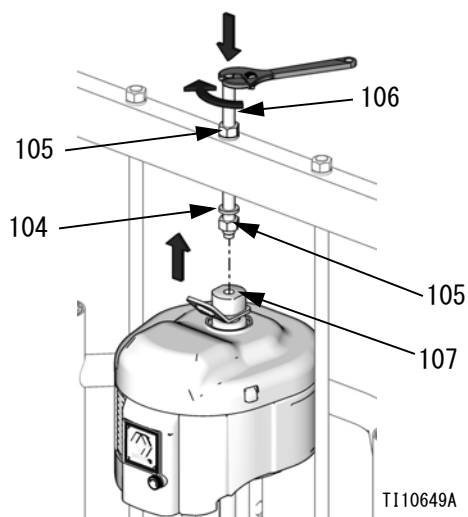

図 30
- b. ネジ山の付いたロッド (106) をセンターホールを通してクロスバーに取り付けます。ワッシャ (104) およびナット (105) を、クロスバーの上および下の両側で、ネジ山の付いたロッド (106) に取り付けます。レンチを使用して吊り上げリング (107) を保持し、別のレンチを使用してネジ山の付いたロッド (106) を吊り上げリングアダプタ (107) に入れて締め付けます。図 30 を参照してください。
- c. クロスバーの下のナット (105) を最大 34 N・m (25 フィートポンド) で締めます。
- d. クロスバーの上のナット (105) を締め付けてモーターを所定の場所にロックします。